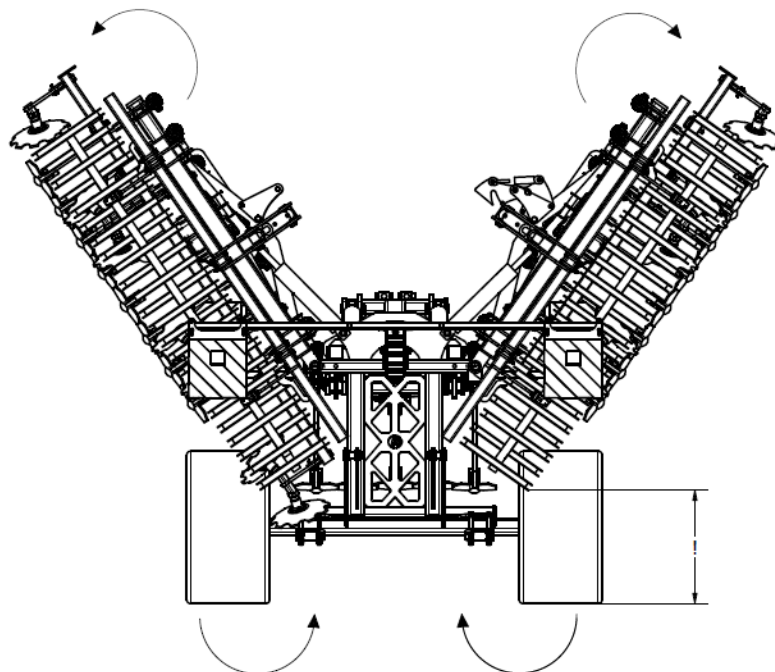

Abb. 15 Reihenfolge der Öffnung der Maschine: Öffnen der Maschine unter besonderer Berücksichtigung der Höhe der Arme vom Boden.
4. Achten Sie beim Öffnen der Flügelarme der Maschine darauf, dass die Enden der Arme auf der richtigen Höhe sind, damit sie nicht am Boden hängen bleiben (Abb. 15).